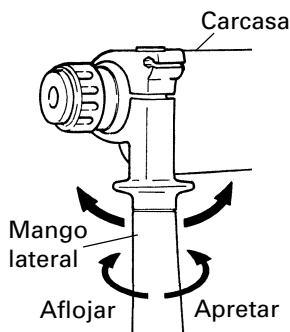

Fig. 7
2. Fijación del asa lateral (Fig. 7)